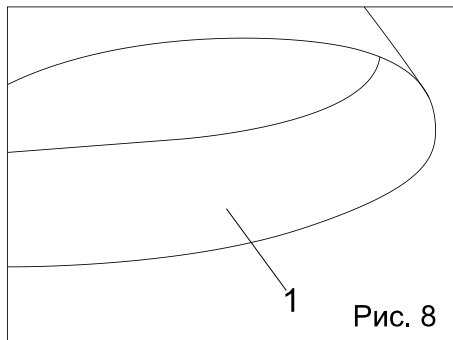

Рис. 8
**ВНИМАНИЕ!** на внутренней стороне шлифовальной ленты нанесены стрелки с указанием направления движения (смотри 1 на Рис. 8).